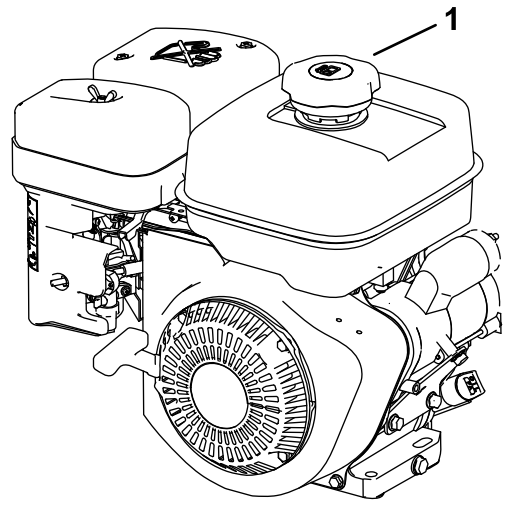

图1
3. 清理燃油箱盖附近的区域然后将其卸下图1。
4. 向油箱添加燃油图1至油箱顶部下方 613mm 处。切勿加至油箱的加油颈下。